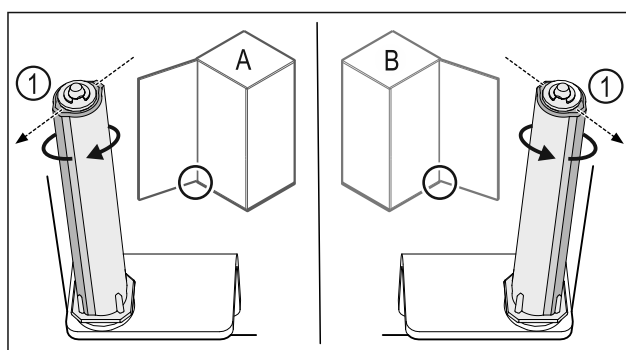

Fig. 42 Kreisais atbalsts (A) / labais atbalsts (B)
- Grieziet slēgšanas sistēmu pret pretestību, līdz slēgšanas sistēmas balstiņš Fig. 42 (1) ir vērsts uz augšu.